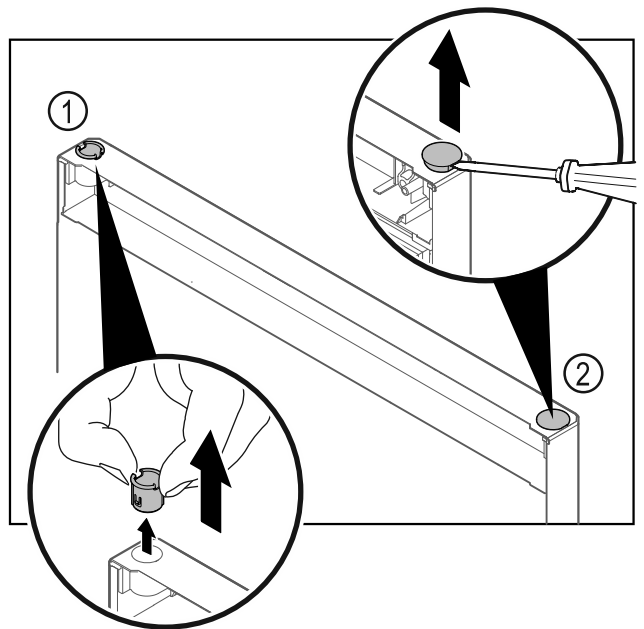

Fig. 39 Πόρτα τμήματος κα τάψυξης
- ▶ Τραβήξτε έξω την υποδοχή μεντεσέ Fig. 39 (1) με τα δάχτυλα.
- ▶ Ανασηκώστε προσεκτικά την τάπα Fig. 39 (2) με ένα ίσιο κατασβίδι και τραβήξτε την έξω.